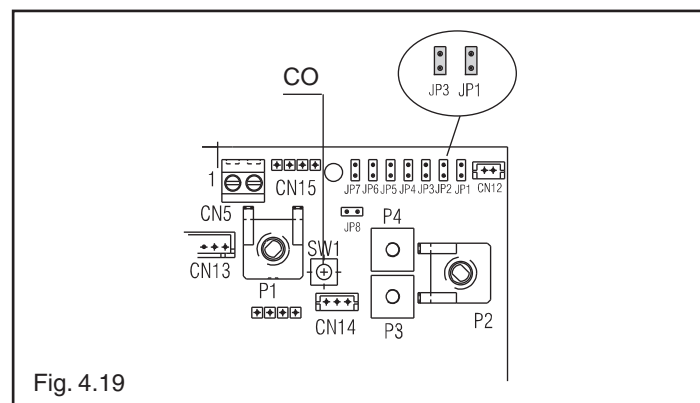

Fig. 4.19
- inserire i jumper JP1 e JP3 (Fig. 4.19)
- premere il pulsante CO (Fig. 4.19) e passare alla taratura del parametro successivo.
- inserire i jumper JP1 (Fig. 4.19)